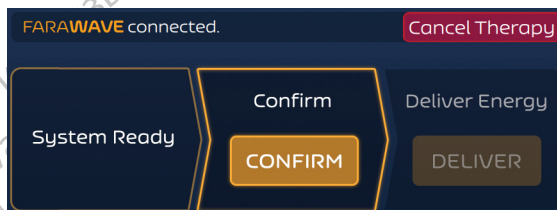

Figura 9. Pantalla de terapia – Modo asíncrono – Confirmar estado
- Al finalizar la inicialización, el botón CONFIRM (Confirmar) se resaltarà como se muestra en la Figura 9.
A continuación, el Generador PFA FARASTAR volverá al estado CONFIRM, como se muestra en la Figura 9.